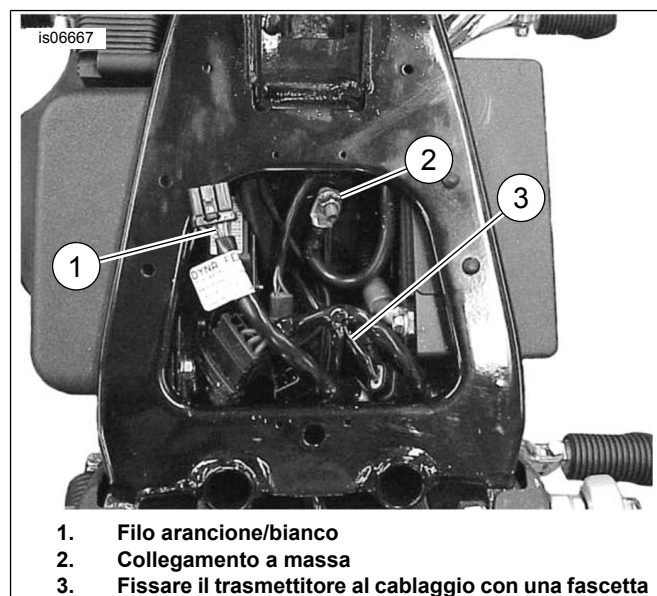

Figura 2. Installazione del trasmettitore (Dyna)
2. Vedere Figura 2. Utilizzare delle fascette fermacavi per fissare il trasmettitore al cablaggio Dyna (3), ubicato sotto la sella e vicino al vano della batteria. Instradare i fili del trasmettitore in avanti, lungo il lato destro del telaio. Andare alla sezione **Collegamento del cablaggio**.